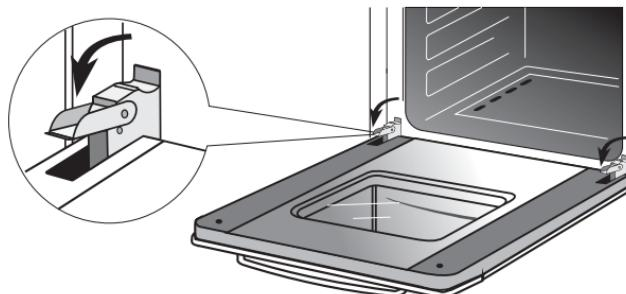

Рис.15
- поднимите и поверните до упора рычаги, расположенные на двух шарницах (рис. 15),